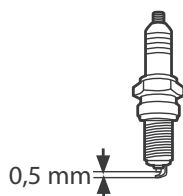

Fig. 60
- > Vérifiez l'écartement de la bougie. Il doit être de 0,5 mm (Fig. 60).